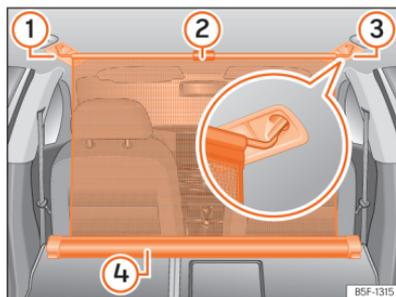

Abb. 188 Im Gepäckraum: eingehängte Netztrennwand bei vorgeklappter Rücksitzlehne.
- Ziehen Sie die Lasche »» (Abb. 188) ② nach oben, um das Netz aus dem Einsatz ④ zu nehmen.
- Hängen Sie das Trennnetz an der rechten oder linken Seite »» (Abb. 188) ③ (vergrößerte Darstellung) ein.
- Hängen Sie das Trennnetz an der Aufnahme der anderen Seite »» (Abb. 188) ① ein, indem Sie an der Stange ziehen.
Das Trennnetz ist richtig montiert, wenn die T-förmigen Enden sicher in den entsprechenden Aufnahmen »» (Abb. 188) ③ und ① eingehängt sind.
- Rollen Sie das Trennnetz in den Einsatz »» (Abb. 188) ④ ein, indem Sie es mit der Hand nach unten ziehen.